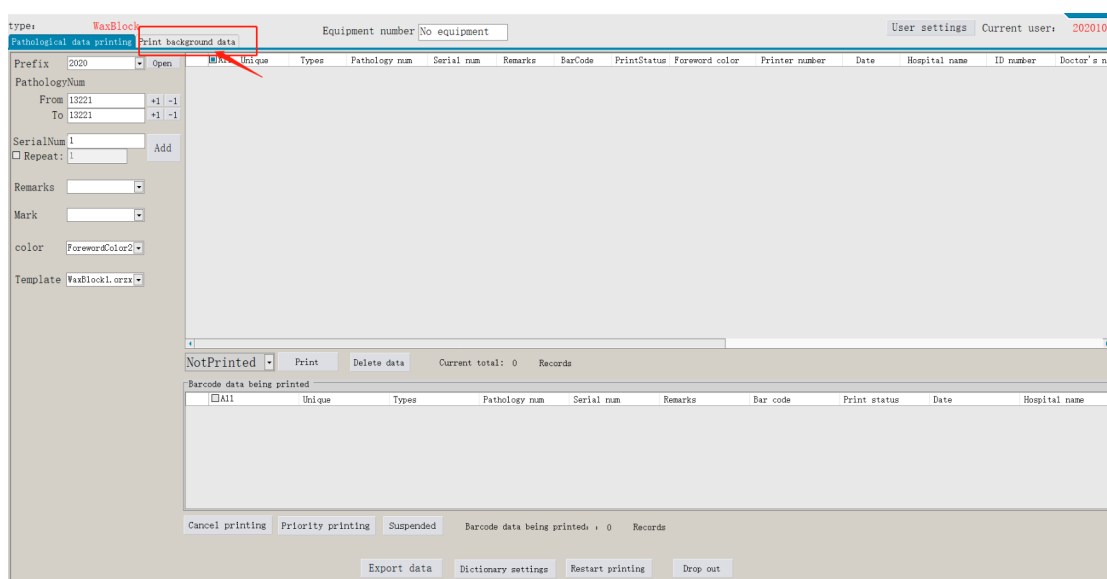

Figura 1
Quando não houver nenhum dispositivo mostrado na figura 1 ou 2 acima está se conectando, isso significa que o cartão de controle falhou ao conectar
7.2 Você também pode clicar no botão na Figura 1 abaixo e, em seguida, clicar no botão na Figura 2 para selecionar o estilo de modelo desejado e selecionar o bloco de cera e a lâmina de vidro na pasta de modelo do caminho onde o aplicativo está localizado. Filme como exemplo